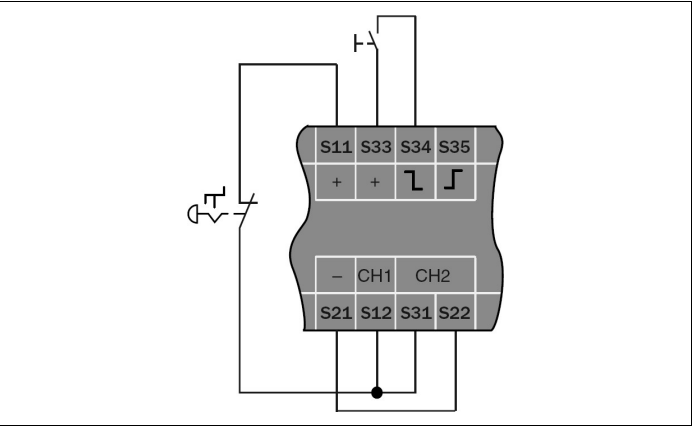

Fig. 3 : Exemple d'un poussoir d'arrêt d'urgence monovoie avec réarmement manuel
- L'élément de commutation à contact sec du capteur de sécurité se connecte entre S11 et S12. Il faut câbler un cavalier entre S12 et S31 et entre S2 et S22. (cf. Fig. 3).